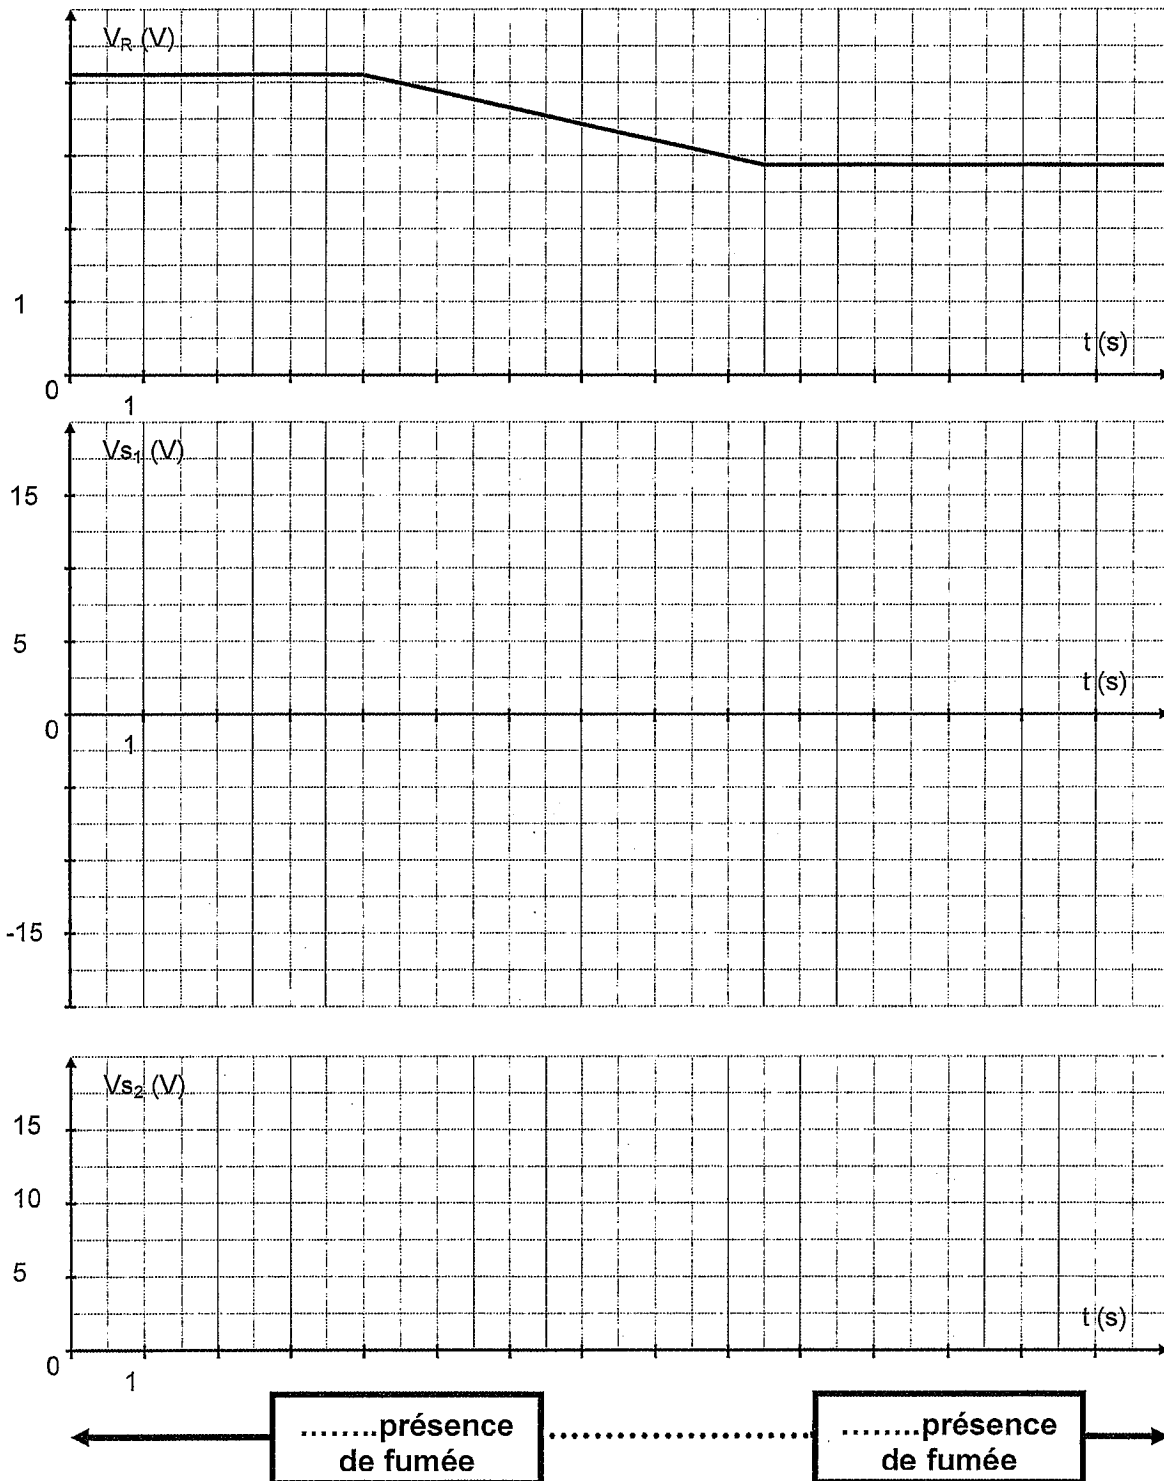

FIGURE 12
C.2.3 L'évolution de V_R au cours d'un essai est représentée figure 12.
C.2.3.1 Compléter les graphes de la figure 12.
C.2.3.2 Compléter les intervalles avec « avec présence de fumée » et « sans présence de fumée » à partir du graphe de V_{s2} figure 12.